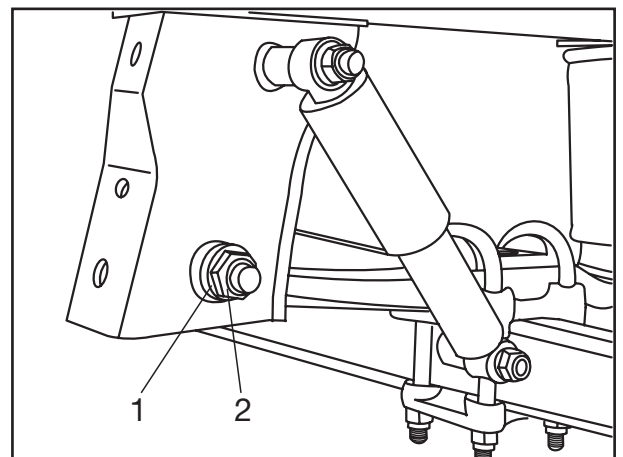

Fig. 14
- [22] Scheiben (Fig. 14/1) auf die Federbolzen schieben, neue Sicherungsmuttern (Fig. 14/2) aufschrauben und mit dem vorgeschriebenen Anziehdrehmoment festziehen:
- [22] Push the plate (Fig. 14/1) onto the spring pivot bolt, screw on new locking nuts (Fig. 14/2) and tighten to the specified torque of:
- [22] Placer les rondelles (fig. 14/1) sur les boulons de ressort, visser les nouveaux écrous de sûreté (fig. 14/2 et bien serrer au couple de serrage prescrit :